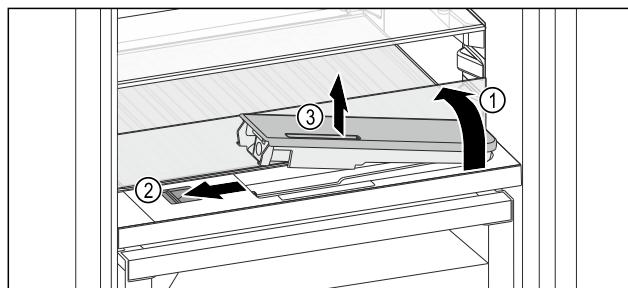

Fig. 172
- ▶ 抬起玻璃隔板，将其向后翻转至止挡 Fig. 172 (1)。
- ▶ 向左推滑块 Fig. 172 (2)。
- ▶ 取出水箱 Fig. 172 (3)。